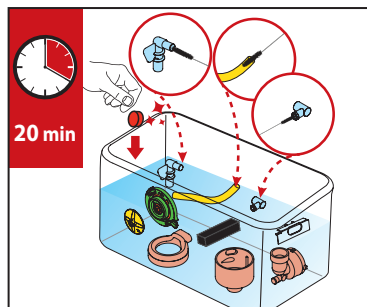

Bild 1
1. Placera alla delar i blandningssystemet i en behållare med ett lokalt godkänt livsmedelsklassat rengöringsmedel och varmt vatten och låt ligga i cirka 20 minuter. (se bild 1)